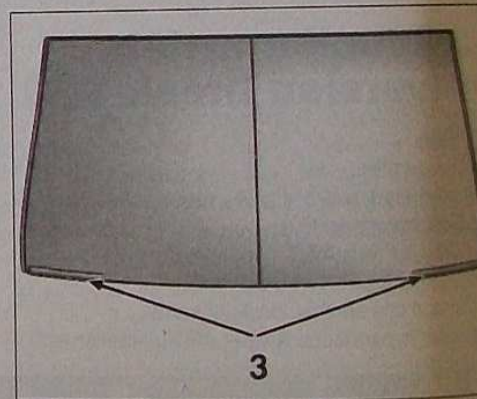

FIG. 83
- le connecteur de dégivrage (1) (de chaque côté).
- le connecteur (2) (antenne radio).
Déposer les joints (3) (Fig.83).